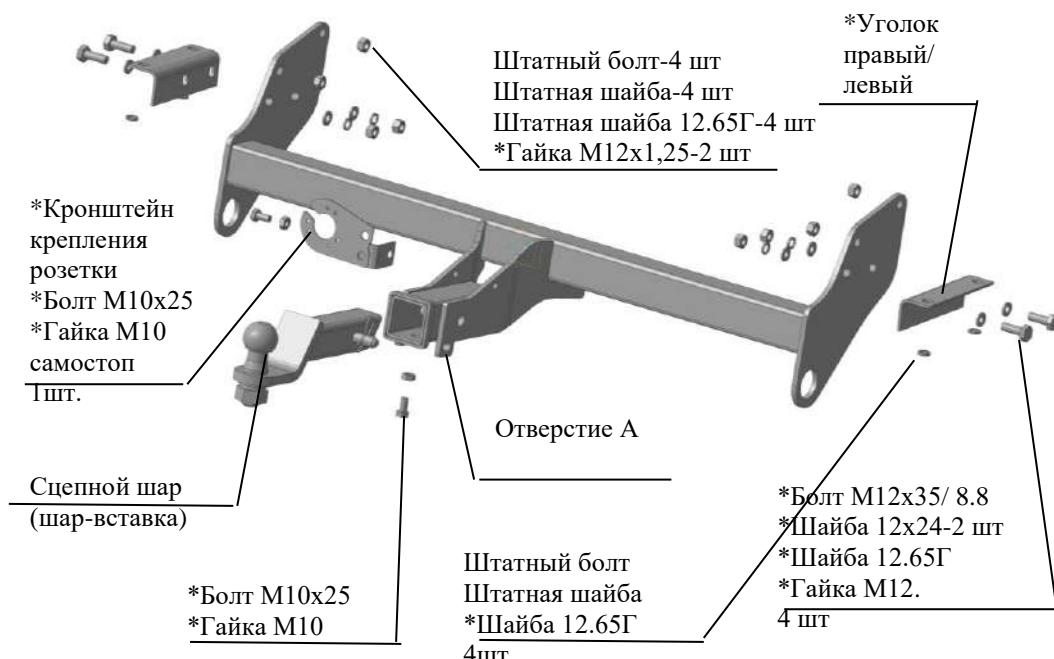

Рис.1 Тягово-сцепное устройство 7121
2.1 ТСУ 7121 в сборе (рис.1)	1 шт.
2.2 Пакет с комплектующими (см. рис.1)	1 шт.
4.3 Закрепить уголки к боковым кронштейнам ТСУ болтами M12x35 и крепежом соответственно рис.1. Закрепить уголки к нижним полкам лонжеронов штатным крепежом, используя шайбы 12.65Г. Крепеж не затягивать.